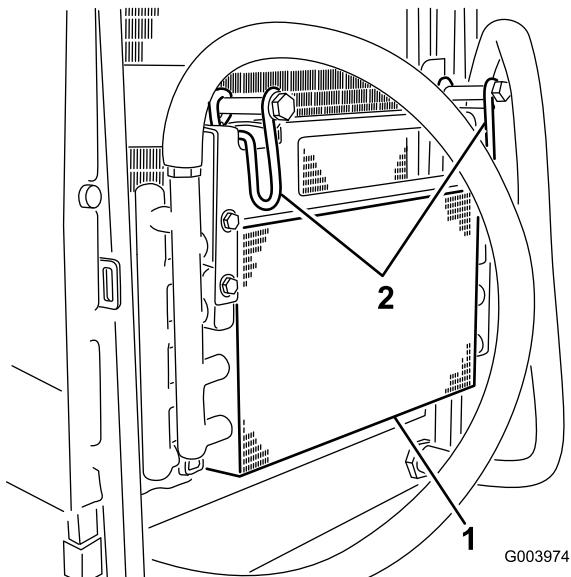

Figura 52
- 6. Girate il fermo verso l'interno per rilasciare il radiatore dell'olio (Figura 52).